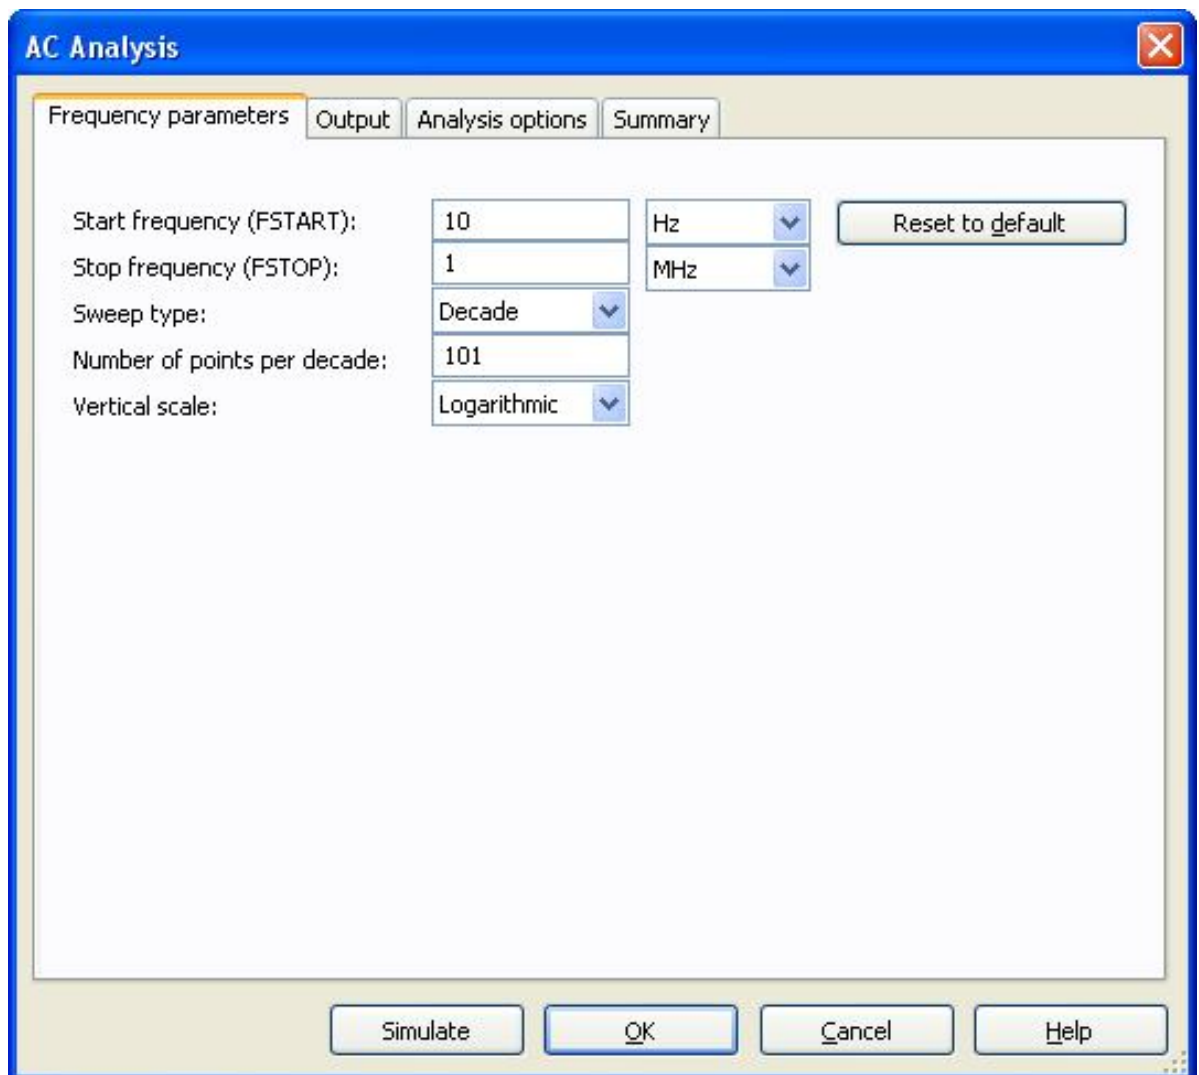

Рис. 5.1.2
- 3.1. Запустить утилиту **Simulate -> Analysis -> AC Analysis**. Установить параметры режима так, как показано на рис. 5.1.2. Запустить режим моделирования и построить график амплитудно-частотной характеристики ОУ (выходного напряжения). С помощью курсора определить частоту единичного усиления f_t . Скопировать график АЧХ в отчет.